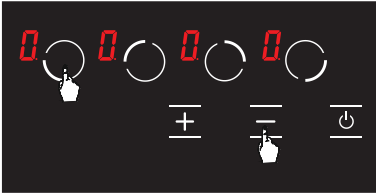

Abbildung 14
1. Berühren Sie die Auswahlstaste (☉) für die vordere linke Kochplatte und die Minustaste (−) gleichzeitig, dabei ertönt ein kurzer Signalton. (siehe Abb. 14) Danach werden die Finger vom Bedienfeld des Herds entfernt.